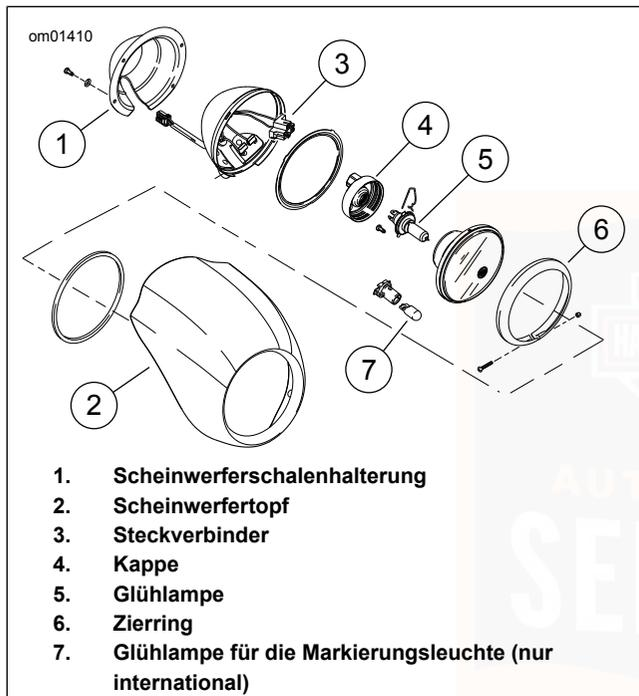

Abbildung 43. Scheinwerferbaugruppe: VRSCDX
3. Siehe Abbildung 43. Die Schrauben mit den Unterlegscheiben von der Scheinwerferschalenhalterung entfernen. Die Halterung und den Scheinwerfertopf vom Scheinwerfer entfernen.
3. Siehe Abbildung 43. Die Gummikappe an der Rückseite des Gehäuses anbauen.